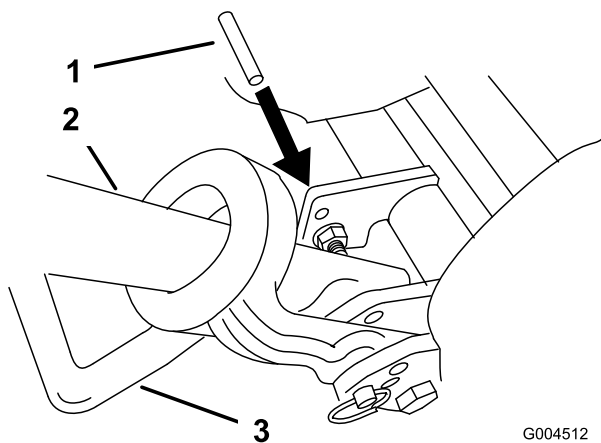

Figure 44
2. Abaissez la béquille. Insérez une goupille de 6,4 mm de diamètre (ou équivalent) dans le trou du bâti au-dessus du boulon de montage de la béquille (Figure 44).